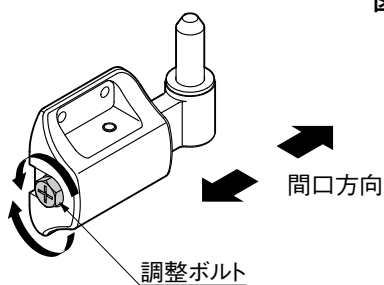

図7-2
- ② 調整ボルトをまわし、間口寸法を決めてください。(図7-2参照)